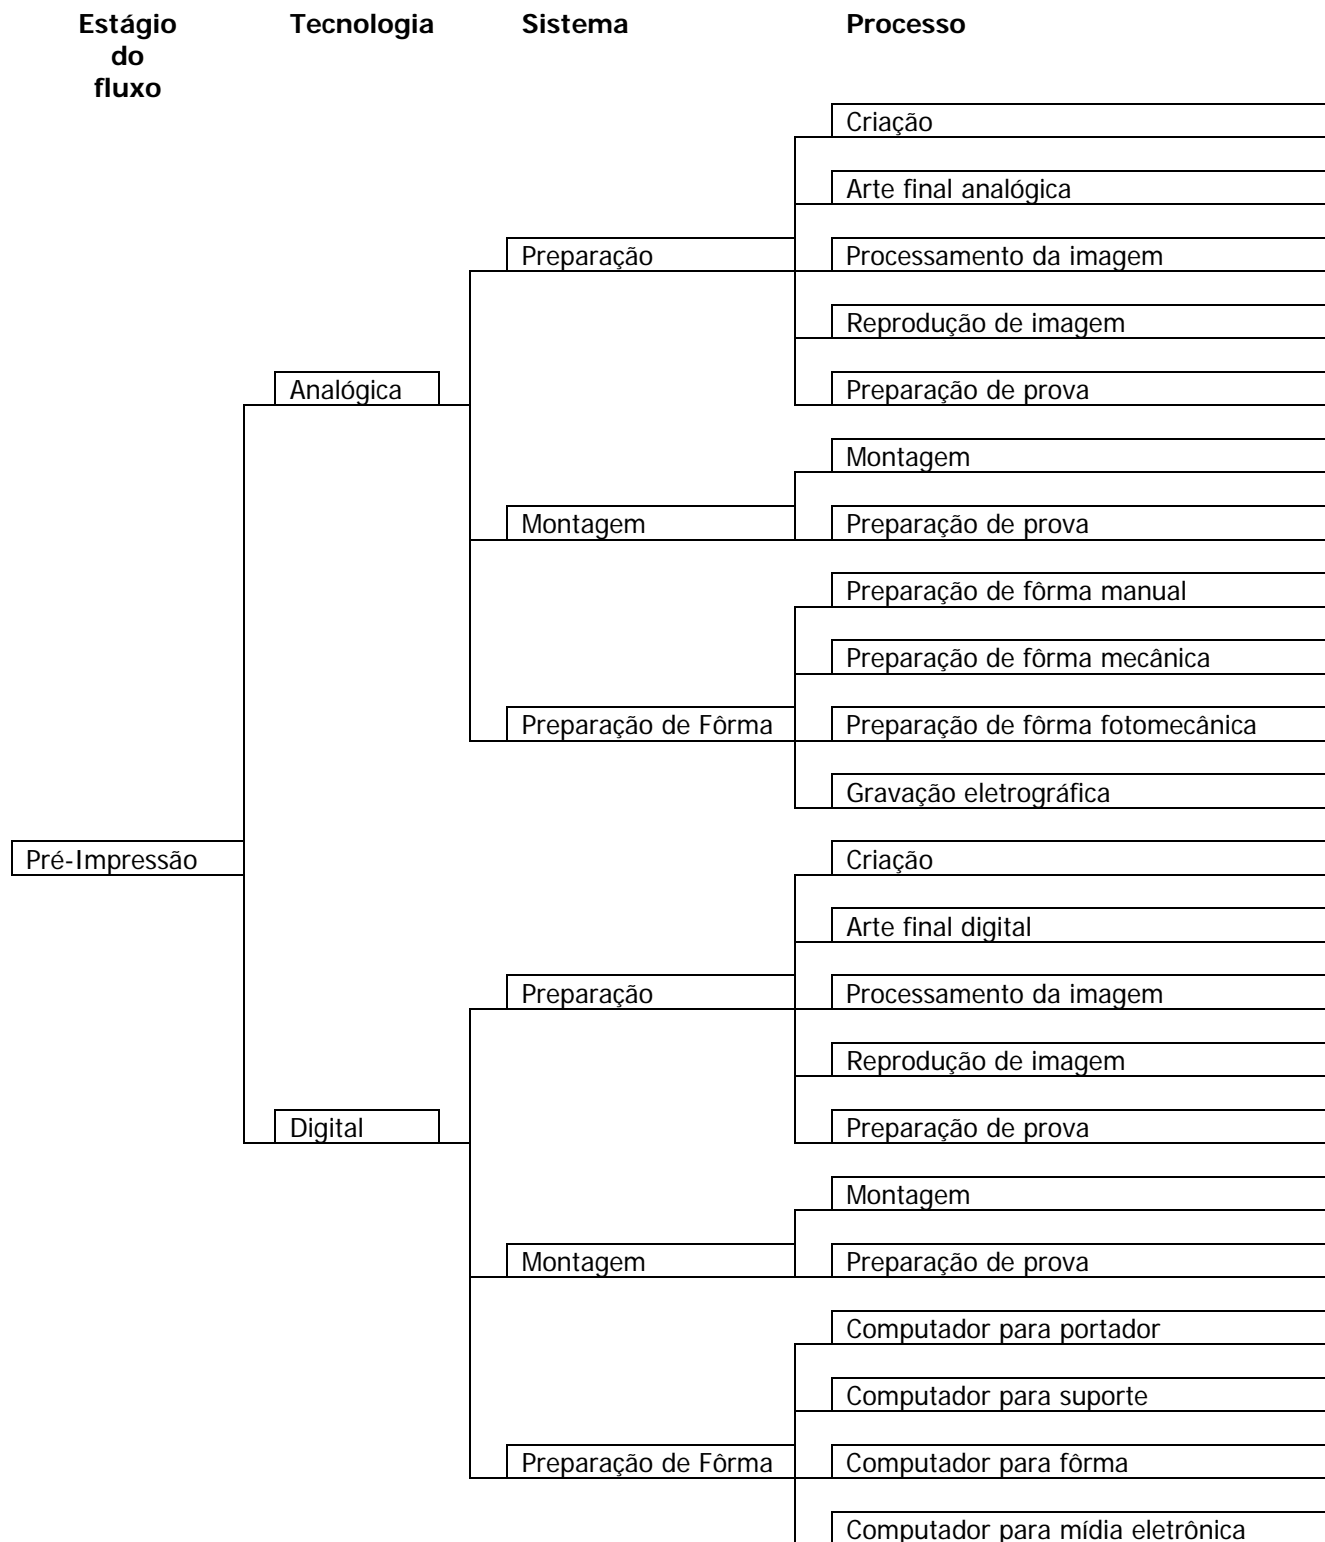

FIGURA 2
4.2 *Impressão* é a fase onde a imagem é transferida para o suporte empregando-se diversas tecnologias. Os sistemas de impressão são diferenciados pelo método da transferência de imagem e o tipo de matriz utilizada. (figura 2)